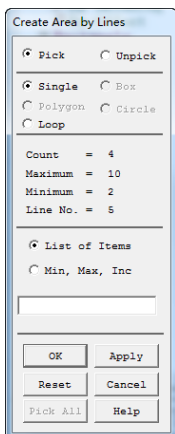
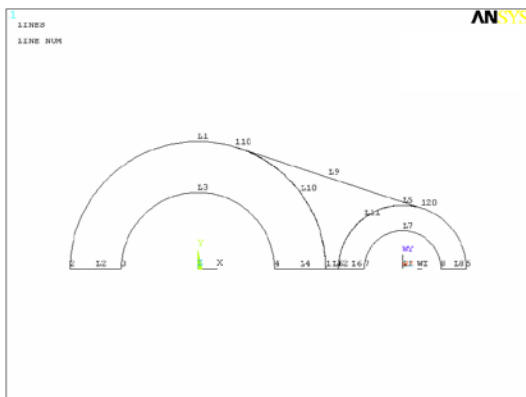
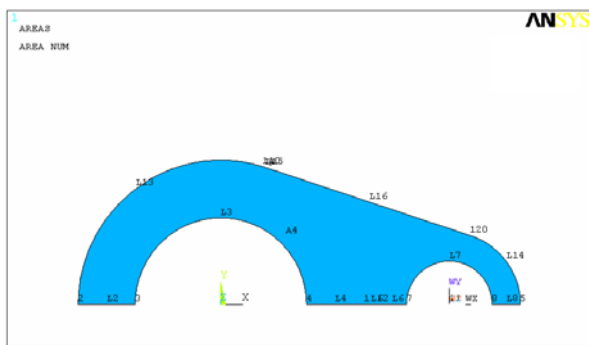

图 3-73 将面进行相加
图 3-74 创建面
图 3-75 将面相加的结果
⑤将激活的坐标系设置为总体笛卡尔坐标系。从应用菜单中选择 Utility Menu: WorkPlane > Change Active CS to > Global Cartesian.
⑥由前面定义的线创建一个新的面。
①从主菜单中选择 Main Menu: Preprocessor > Modeling > Create > Areas > Arbitrary > By Lines.
②拾取刚刚建立的 4 条线，如图 3-73 所示，然后单击“OK”按钮。
⑦打开面的编号并画面。
①从应用菜单中选择 Utility Menu: PlotCtrls > Numbering.
②打开点、线、面的编号，单击“OK”按钮，如图 3-74 所示。
⑧从应用菜单中选择 Utility Menu: Plot > Areas.
⑥ 把所有面加起来形成一个面。
①从主菜单中选择 Main Menu: Preprocessor > Modeling > Operate > Booleans > Add > Areas.
②在打开的对话框中选择 Pick All 将面进行相加。所得结果如图 3-75 所示。
⑦ 形成一个矩形孔。
①创建一个矩形面。
①从应用菜单中选择 Utility Menu: WorkPlane > Offset WP to > Global Origin.
②从主菜单中选择 Main Menu: Preprocessor > Modeling > Create > Areas > Rectangle > By Dimensions ...。